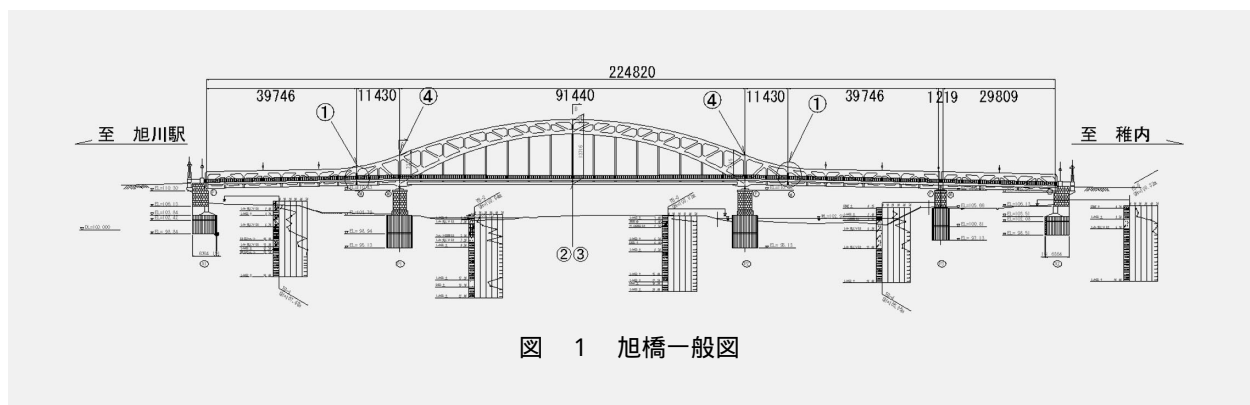

図 1 旭橋一般図
① ロッキングコラム
アーチの両端部に挿入柱部材で、気温の変化によって起こる橋の伸縮をロッキングコラムが左右に傾斜吸収することにより吸収している（写真1、図1の①）。
② アーチ下弦材の高張力鋼
アーチ橋では、橋に重さが加わることによって下へたわむと同時に外側に広がる。この強い張力にたえるため下弦材にドイツから輸入したウニオン・バウシュウタール鋼（銅とクロムを含む低炭素鋼）を使用している（写真2、図1の②）。
③ バックルプレートとシンダーコンクリート
橋梁の軽量化をはかると同時に強度を確保するため中央部が凹んだ方形形状のバックルプレート鋼板とシンダーコンクリート（シンダー（石炭の燃えかす）とセメントを混合）を使用している（写真3、図1の③）。
④ 橋門構の溶接
さが1.6mから2.5m位あるため当時は幅の広い鋼板が入手できないため電弧溶接でつないでいる。鋼橋の一部にでも溶接を用いたのは、北海道において初めてとされている（写真 1，図1の④）。